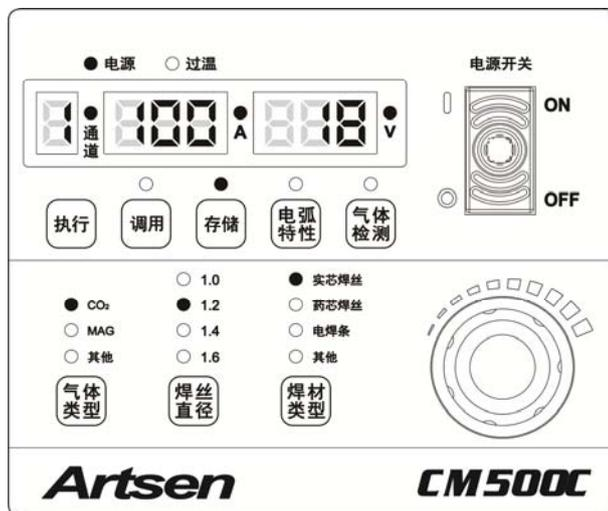

图3-18 存储设置界面
3. 选择需存储的焊接参数，面板显示如图 3-18 所示。
3. 通过面板旋钮选择通道号（0~9），（见图 3-18）